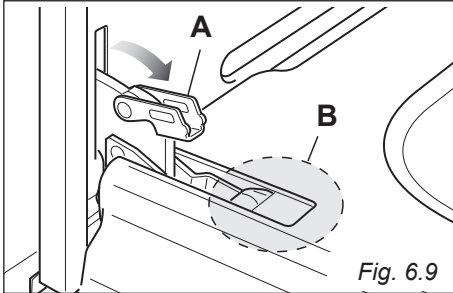
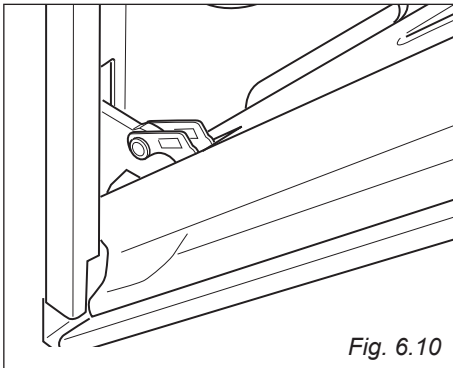

Fig. 6.9
Fig. 6.10
- Aprire completamente la leva "A" delle cerniere destra e sinistra (fig. 6.9).
- Socchiudere dolcemente la porta (fig. 6.10) fino a quando le leve "A" delle cerniere destra e sinistra si agganciano alla parte "B" della porta (fig. 6.9).